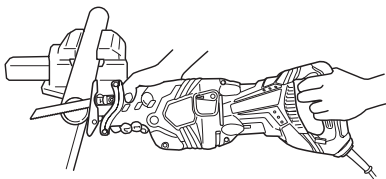

Fig. 22
- (1) Fixer solidement la pièce avant de procéder. (Fig. 22)